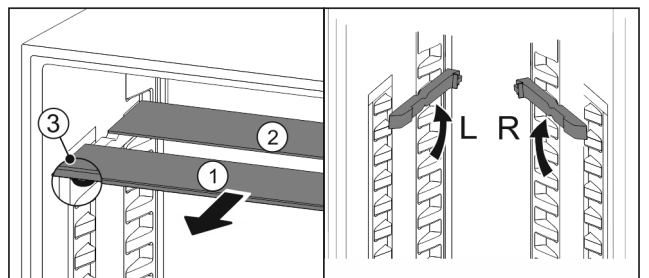

Fig. 54
- ▶ estrarre i ripiani di vetro singolarmente tirando in avanti Fig. 54 (1).
- ▷ Il piano in vetro Fig. 54 (1) con il motivo ornamentale è nella parte anteriore.
- ▷ I fermi Fig. 54 (3) sono rivolti verso il basso.